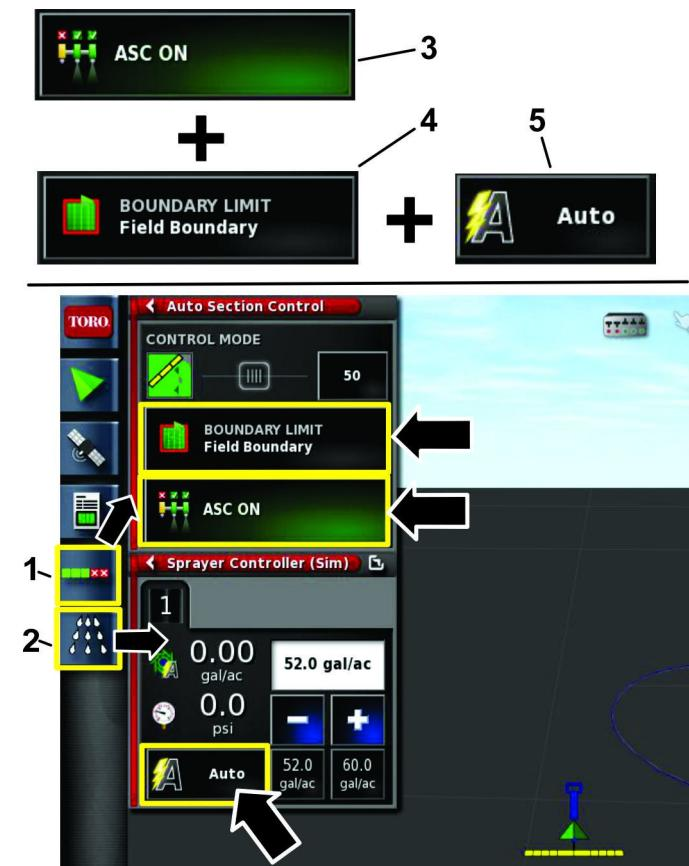

图 22
- 选择自动喷洒段控制配置图标ASC 图标和打药车控制器图标以打开这些屏幕 图 22。
- 选择 ASC 图标的开启位置选择边界限制的场地边界位置然后选择喷洒率控制的 AUTO 自动位置 图 22。